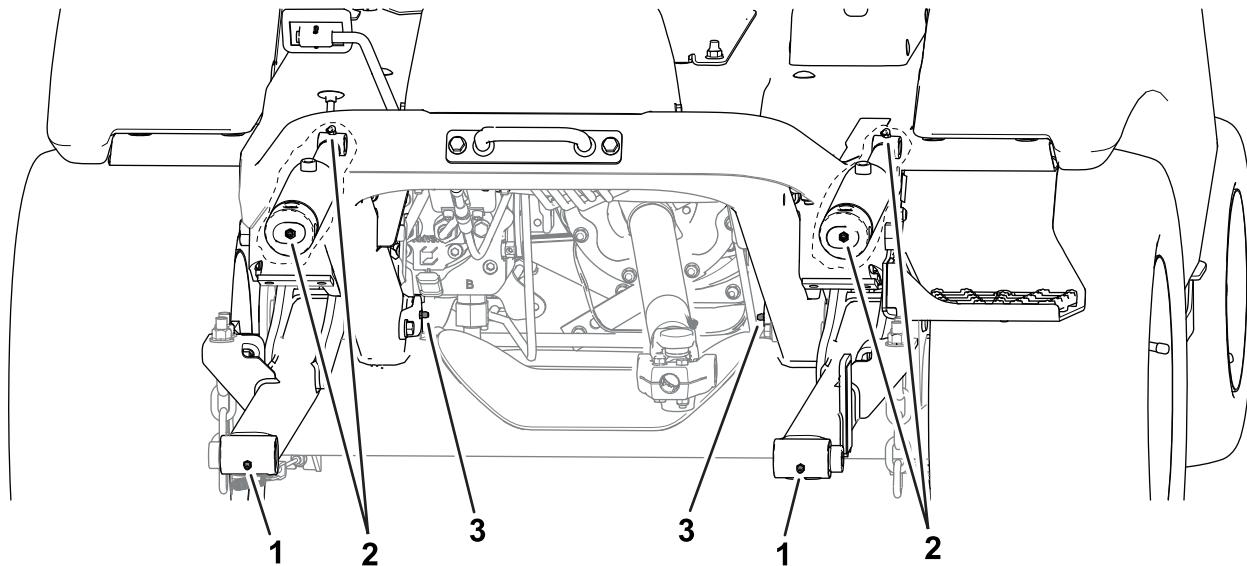

Figura 46
- Parte delantera de la máquina (Figura 46):
- Bujes pivotantes del accesorio (2)
- Casquillos de los cilindros de elevación (2)
- Pasadores de giro de los brazos de elevación (2)